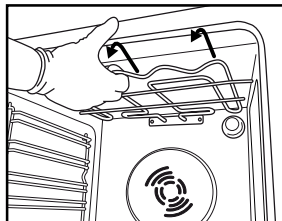
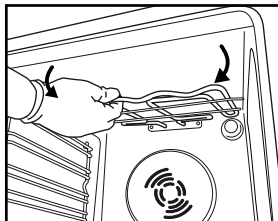

Fig. 4
Fig. 5
2. Trek het verwarmingselement voorzichtig naar buiten (fig. 4) en breng het omlaag (fig. 5).